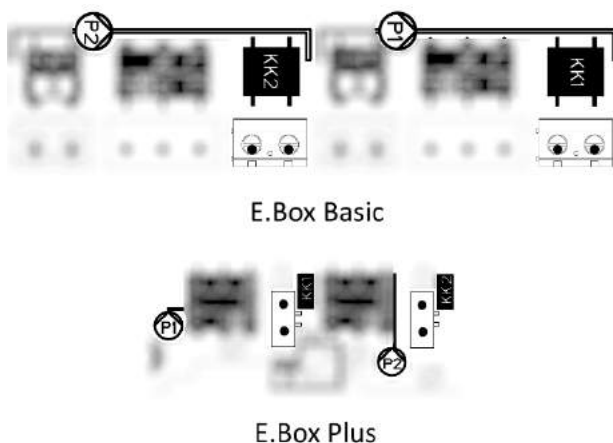

Figura 9: Ingressi protezione termica KK
- **Protezione termica Motori:** il dispositivo possiede un ingresso per la protezione termica di ogni motore. Se il motore utilizzato è provvisto di protezione termica, si può collegare tale protezione ai morsetti KK rappresentati in Figura 9. Se la protezione non è presente nel motore i morsetti devono essere ponticellati.